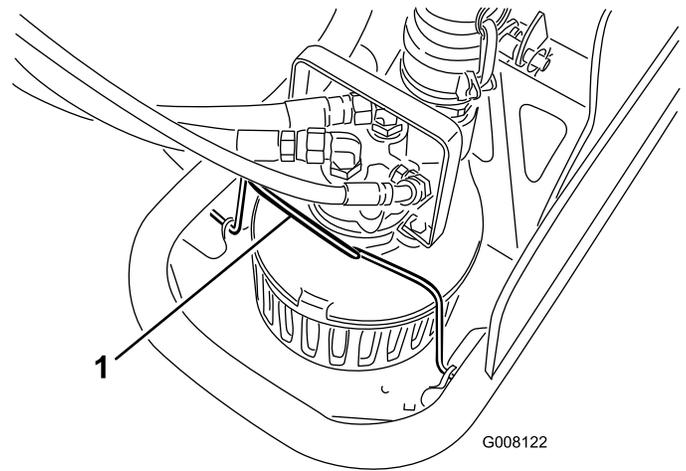

Figura 14
4. Gire hacia adelante la abrazadera de la bomba (Figura 14).
14. Gire la abrazadera de la bomba hacia atrás, sobre la bomba (Figura 14).